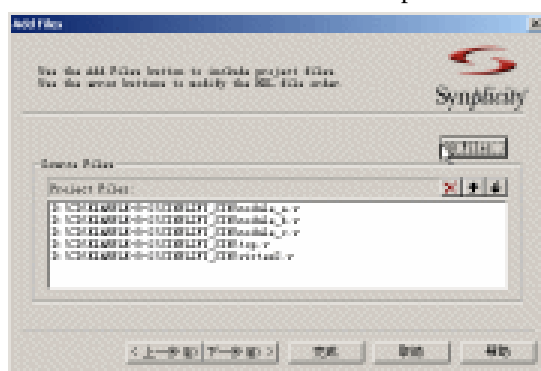

图8-24 向工程中添加源文件
- (2) 单击 **下一步(N) >** 按钮，在接下来的对话框中通过单击 **Add Files ...** 按钮添加工程文件（参见图 8-24）。其中 module_a、module_b 和 module_c 是 3 个 Logic Group，top.v 是设计的顶层模块，Virtex2.v 用于声明工程中使用到的 Xilinx 硬件原语。所有源文件存放在本书附带光盘的“Example-8-2\source”目录下。